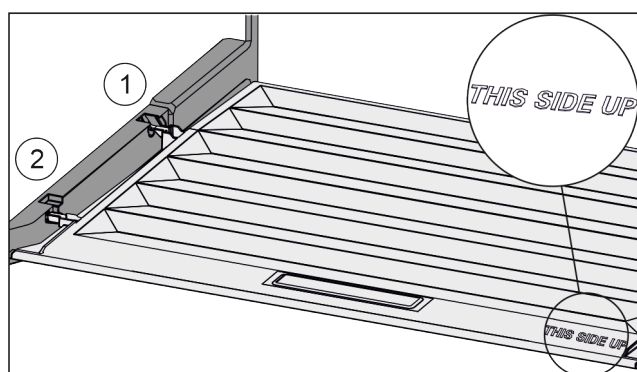

Fig. 32
- ▶ Výstupky víka zavedte do zadních držáků Fig. 32 (1) a vpředu zaklesněte do držáku Fig. 32 (2).